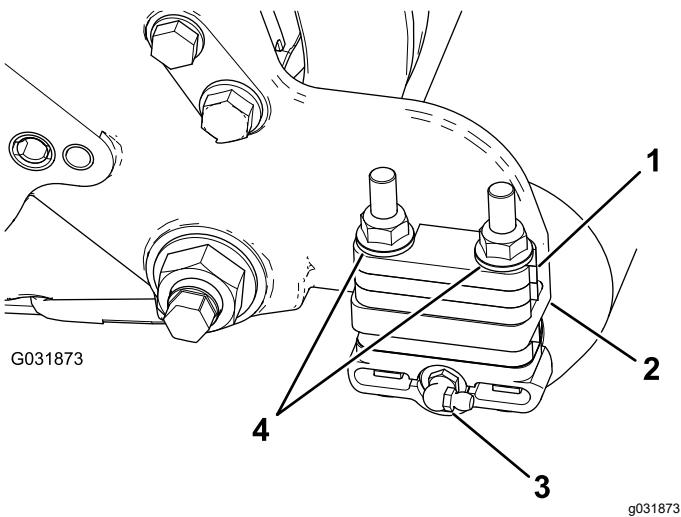

Figure 8
- Montez le graisseur à 90° face à l'arrière (Figure 8).
- Retirez les 2 contre-écrous à embase et rondelles qui fixent chaque support de rouleau aux plaques latérales (Figure 8).